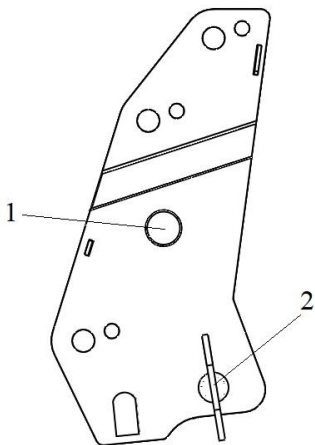

Рисунок 10 – Стойка:
Стойка (см. рис. 10) представляет собой сварную конструкцию, состоящую из двух кронштейнов и соединенные между собой бобышкой поз. 2, при помощи которой фиксируется подъемное устройство на панель навески. Фиксатор поз. 1 предназначен для жесткой фиксации навесного и подъемного устройства.
- 4) работа агрегата с незафиксированной чекой фиксатором (см. рис. 10 поз. 1);
Ввести в зацепление бобышку стойки поз. 2 с пазом на панели навески в соответствии с рисунком 24, и зафиксировать при помощи фиксатора поз. 1 на рис. 10. Фиксатор зашплинтовать.